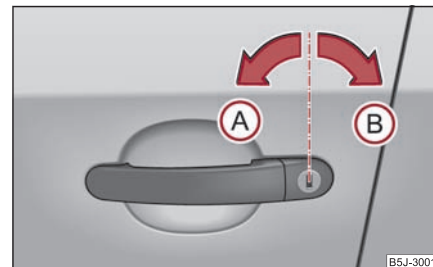

Fig. 36 Rotirea cheii pentru descuiere și încuiere
- Rotești cheia în încuietorea ușii conducătorului auto în poziție de descuiere (A) ⇒ fig. 36 spre stânga.
- Rotiți cheia în încuietoarea ușii conducătorului auto în poziție de încuiere **(B)** spre dreapta ⇒ **pagina 41, fig. 36.**